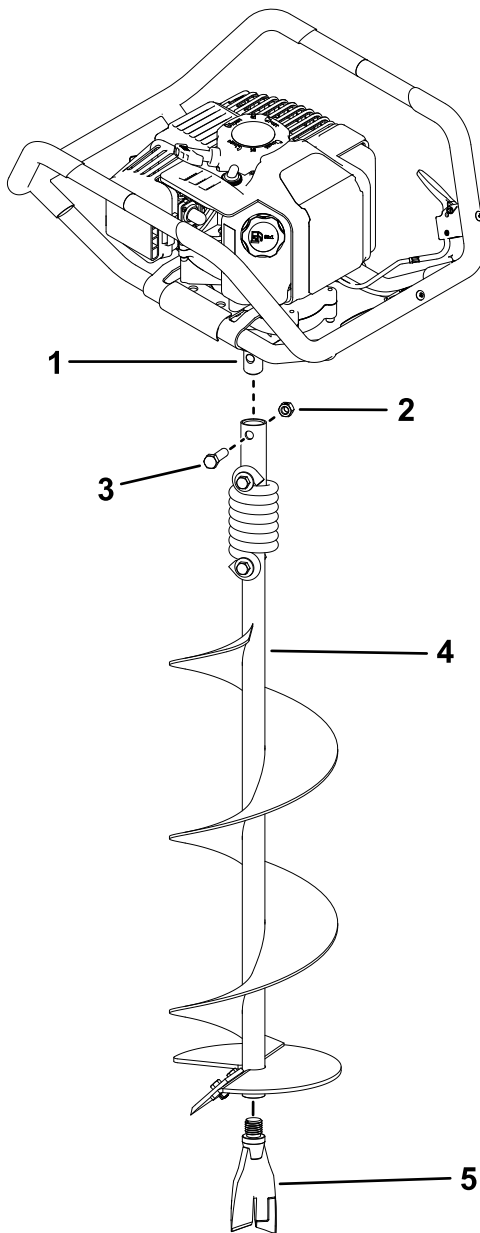

Figure 3
1. Insérez l'arbre de sortie sur la tête motrice dans l'extrémité ouverte de la vis sans fin (Figure 3).
2. Fixez la tête motrice sur la vis sans fin à l'aide d'un boulon ( $\frac{3}{8}$  x  $1\frac{1}{2}$  po) et d'un contre-écrou ( $\frac{3}{8}$  po), comme montré à la Figure 3.
3. Fixez la pointe en queue de poisson sur la vis sans fin (Figure 3).